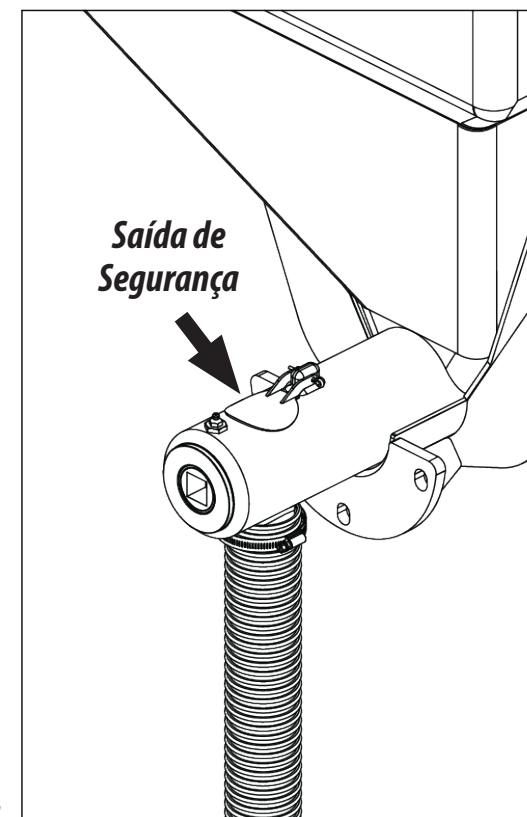

Figura 12
- 2- O sistema individual de distribuição de alta vazão possui uma saída de segurança, pois se a mangueira estiver entupida, quando o adubo entrar no dosador, este começará a vazar por esta saída de segurança, garantindo o funcionamento do sistema sem danificá-lo, **conforme mostra a figura 12.**